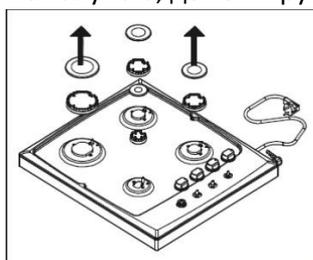

Рис.14.1
- Снимите крышку варочной панели и адаптер (рис.14.1)